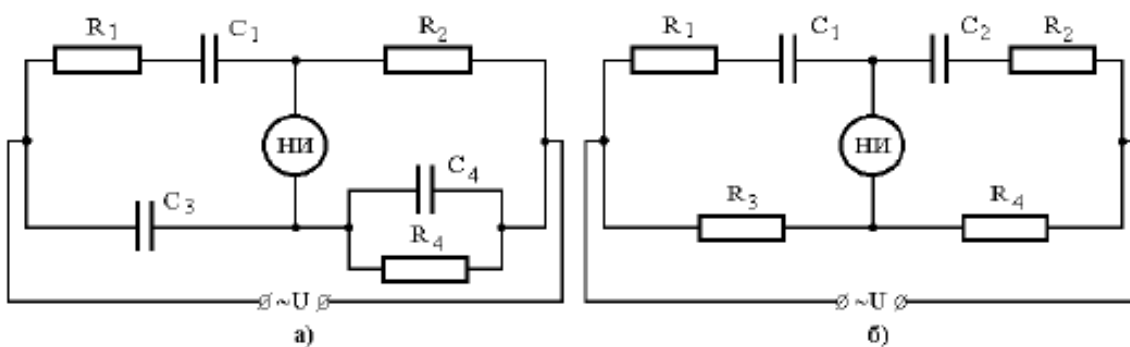

Рис.4. Мостовые схемы для измерения емкостей конденсаторов с потерями
4. Мостовые схемы, предназначенные для измерения емкостей C_1 конденсаторов с потерями (потери учитываются сопротивлениями R_1) уравновешены. Записать условие равновесия и определить параметры R_1 , C_1 и $\tan \delta_1$, где δ_1 – угол диэлектрических потерь конденсаторов C_1 . Расчеты выполнить при условии, что конденсаторы C_2 , C_3 и C_4 не имеют потерь, мостовая схема питается переменным напряжением с частотой $f = 50$ Гц (рис.4а) и $f = 0,5$ кГц (рис.4б).